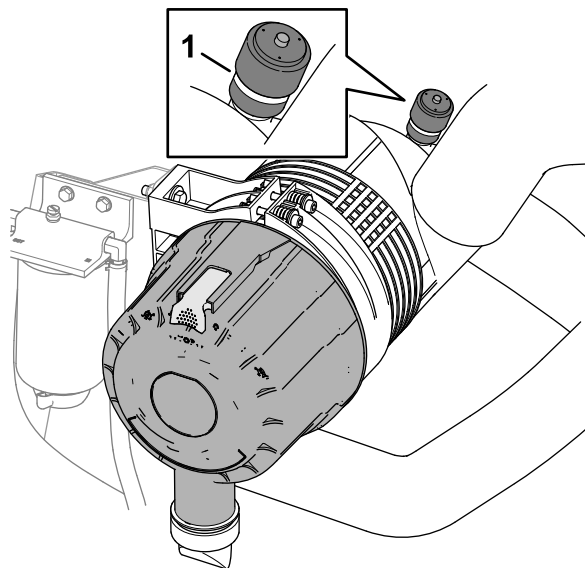

Figure 61
3. Vérifiez l'indicateur de colmatage au bout du boîtier de filtre à air (Figure 61).